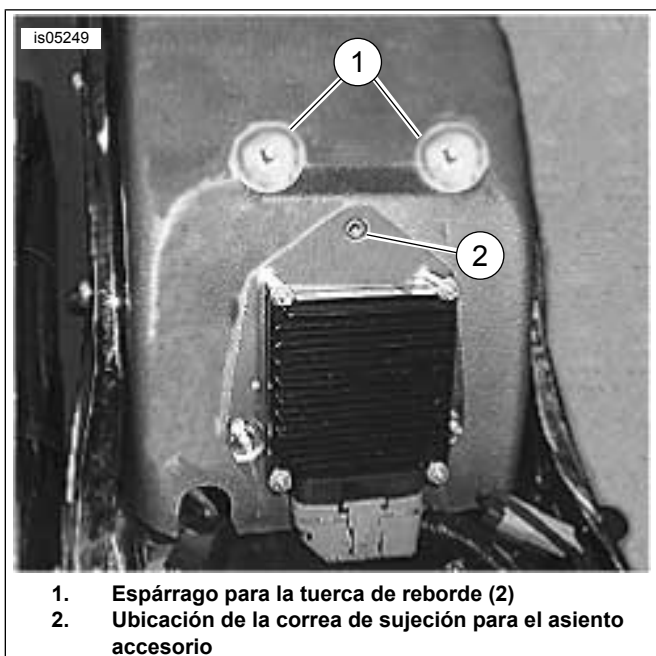
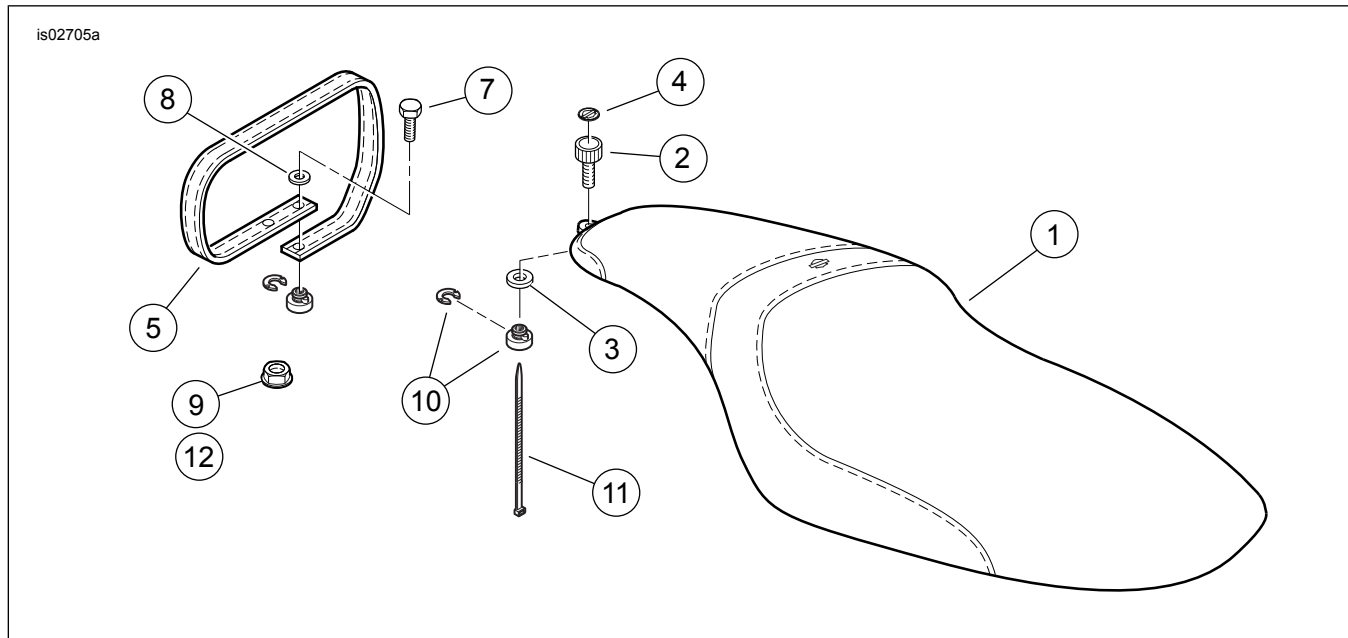

Figura 1. Ubicación de la instalación de la correa de sujeción y de la tuerca de reborde (se muestra el FLSTF)
Figura 3. Piezas de servicio, asientos Softail Custom
Vea Figura 3 y Tabla 2 para ver el contenido completo del kit.
3. Vea Figura 3. Instale dos tuercas de reborde (9) del kit en los espárragos de montaje de la correa de sujeción del equipo original (como se muestra en Figura 1, artículo 1).
4. Vea Figura 3. Obtenga el kit de tuercas del asiento (10) y la correa de cables (11) del kit e instale la tuerca y la arandela en el último agujero de montaje del asiento en el guardabarros trasero.
3. Incline ligeramente el asiento e instale la correa de sujeción en la ubicación accesoria para la correa de sujeción (como se muestra en Figura 1) con el tornillo (7) y la arandela (8) del kit. Ajuste firmemente.
5. Asegure el asiento al guardabarros con la perilla estriada (2) y la arandela de neopreno (3) de este Kit.
1. Vea Figura 3. Instale la correa de sujeción (5) del kit en la ubicación de la correa de sujeción del asiento accesorio (como se muestra en Figura 1) con el tornillo (7) y la arandela (8) del kit.
2. Deslice la parte trasera del asiento **nuevo** (1) a través de la correa de sujeción.
2. Vea Figura 3. Quite el forro del respaldo adhesivo del emblema Bar & Shield (4). Gire el emblema para que tenga una mejor aspecto y aplíquelo en el centro del receso sobre la perilla estriada. Aplique presión uniforme al emblema durante un minuto para que la adhesión sea correcta.